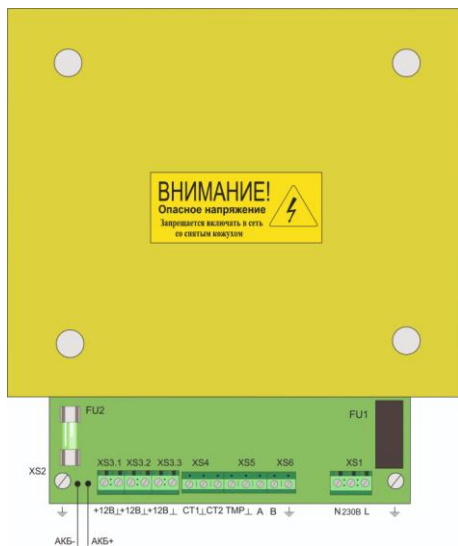

Рис. 3. Внешний вид платы ББП
При подключении клемм СТ1 и СТ2 (см. таблицу 3 и рисунок 3) путем размыкания данных контактов относительно контакта «⊥» ББП формирует сигналы на внешние устройства об отсутствии электрической сети переменного тока 230 В и разряде АКБ.
- при необходимости дистанционного контроля состояний отсутствия электрической сети переменного тока 230 В и разряда АКБ подключите клеммы СТ1 и СТ 2 (см. таблицу 3 и рисунок 3) к соответствующим устройствам;